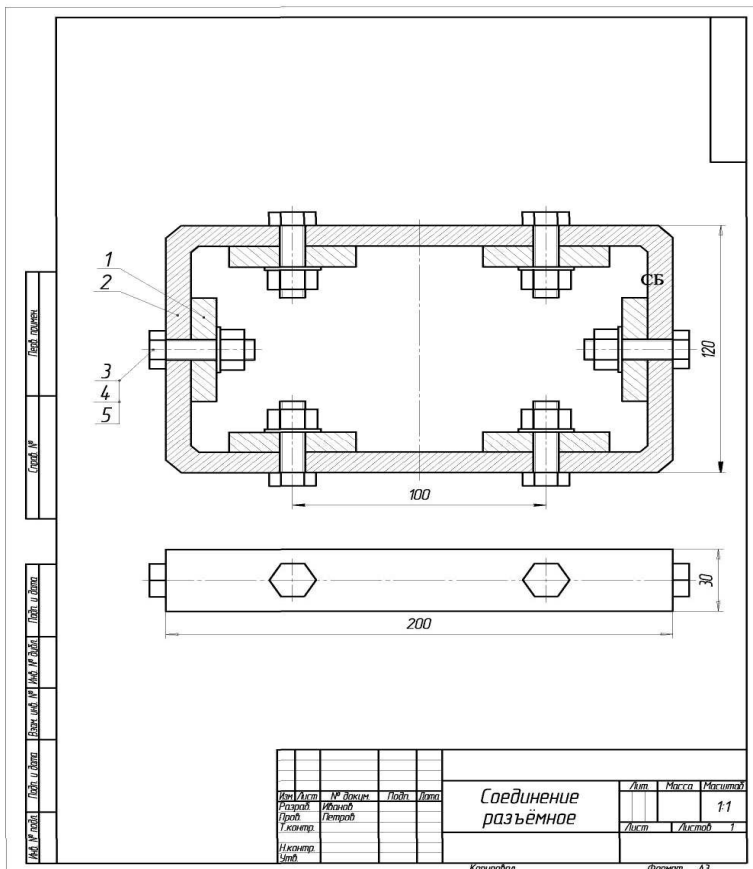

Рис. 4.13. - Пример выполненной работы
9) Выполнить вид сверху (рис. 4.13). Вставить изображения болтового соединения на виде сверху, используя установки в окне **Болт Гайка Шайба** - кнопку **Вид сверху**;